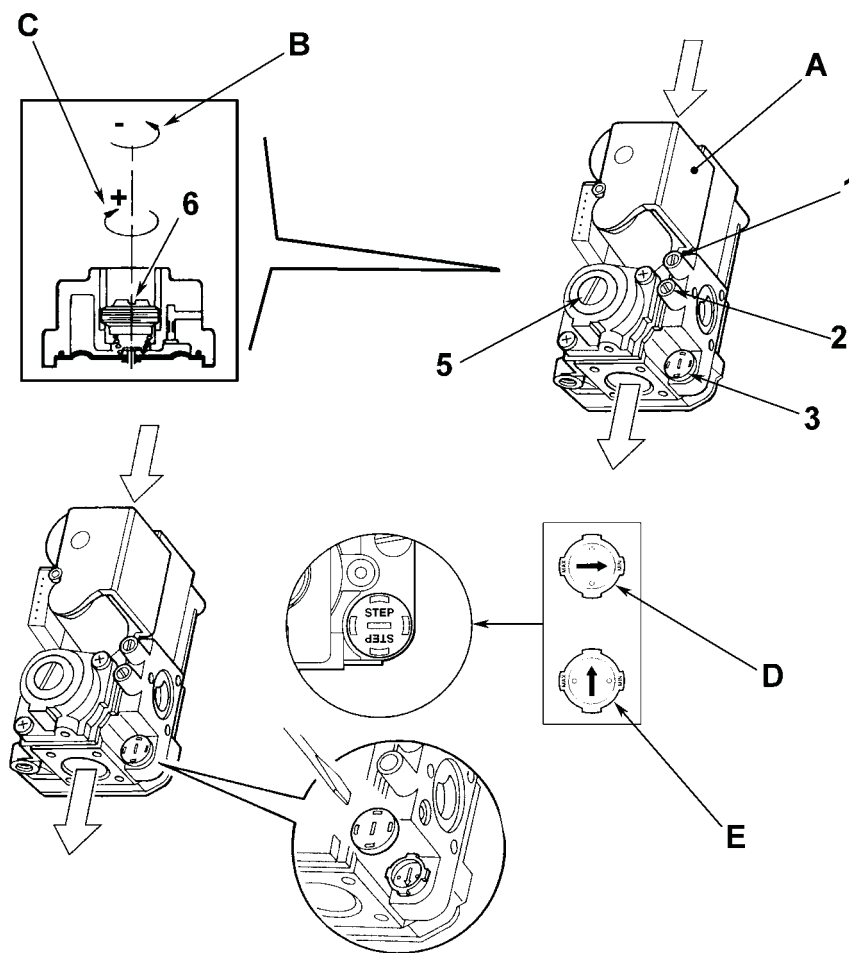

рис. 19 - Переналадка котла на другой вид газа
На котле PEGASUS D K 130 можно регулировать тепловую производительность топки и, следовательно, тепловую мощность, передаваемую воде системы отопления; это делается исключительно путем регулировки основной горелки с помощью газового вентиля (см. рис. 19). На графиках, приведенных в параграфе сар. 4.2 "Сопротивление системы", показано изменение передаваемой воде тепловой мощности в зависимости от изменения рабочего давления горелки. Возможность приведения мощности котла в соответствие с реальными потребностями отопления означает, прежде всего, снижение потерь и экономию топлива. Кроме того, при регулировке мощности, регламентированной также стандартом, котлы сохраняют значения КПД и характеристики сгорания почти без изменений.
1. С помощью небольшой отвертки снимите защитный колпак 5 вторичного привода газового вентиля рис. 19.
2. Подключите манометр к клемме давления 2 (рис. 19), расположенного после газового вентиля, затем переведите ручку термостата котла на максимум.
3. Регулируйте давление с помощью винта 6 (рис. 19) на желаемое значение, руководствуясь диаграммами, приведенными в параграфе сар. 4.2 "Сопротивление системы".
2. Снимите с газового вентиля маленький защитный колпак 3 (рис. 19). С помощью маленькой отвертки регулируйте "СТУПЕНЬ" розжига на основании выбранного для работы газа (G20 или G31); установите защитный колпак на место.
- Спустите воздух из газопроводных труб через штуцер отбора давления 1 газового вентиля (рис. 19).